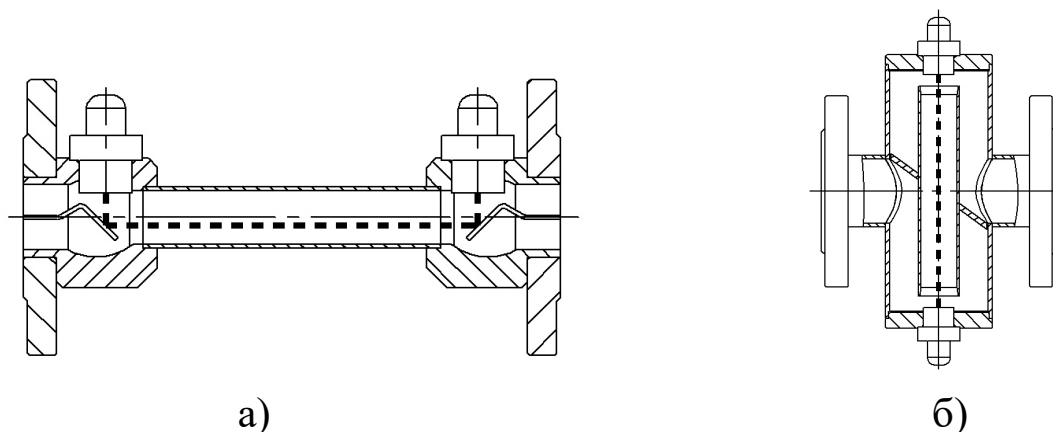

Рисунок 2. а) ППР – прямая труба с сужением (С);
– С - «прямая труба с сужением» - стандартное фланцевое или резьбовое присоединение к трубопроводу, зондирование потока - в продольном сечении ППР (рисунок 2а);
– К - «крестообразный» - стандартное фланцевое присоединение к трубопроводу, зондирование потока - в продольном сечении ППР (рисунок 2б).